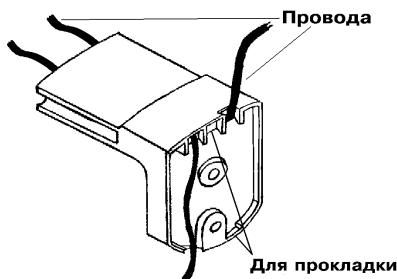

Рис.4
- Удалите в кронштейне заглушки, образовав каналы, которые будут использоваться для прокладки проводов. Провода пропустите через каналы кронштейна и закрепите кронштейн в выбранном месте на стене (рис.4).